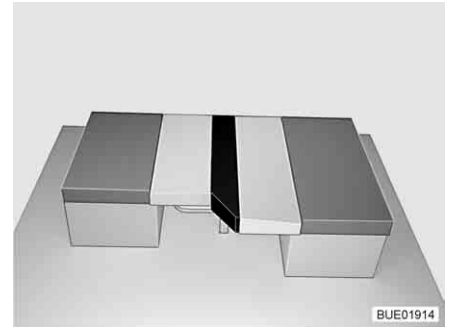

Bild 94 Efter ombyggnaden
- Skjut in den extra dynan som visas mellan ryggdynan och sittdynan (se Bild 94).